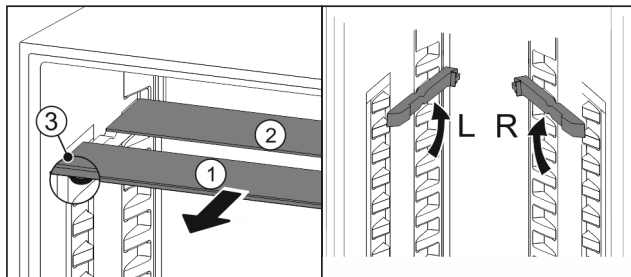

Fig. 18
- ▶ Extrageți Fig. 18 (1) pe rând plăcile de sticlă spre înainte.
- ▷ Placa de sticlă Fig. 18 (1) cu șipca decorativă se află în față.
- ▷ Opritoarele Fig. 18 (3) indică în jos.